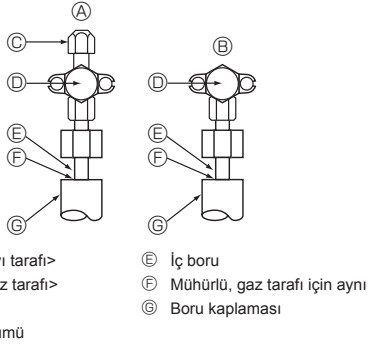

Fig. 4-4
4.4. Soğutucu borusu hava sızdırmazlığı test yöntemi (Fig. 4-4)
- Basıncı (2) ve (3) adımda düşerse, gaz kaçağı var demektir. Gaz kaçağının kaynağını araştırın.